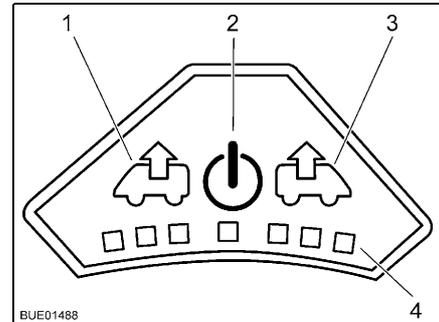

Bild 115 Bedienfeld des Ventilators
- Einschalten:** ■ Taste Ein/Aus (Bild 115,2) drücken. Der Ventilator läuft im Komfortmodus (Entlüften mit niedrigster Ventilatordrehzahl).
- Um die Ventilatorzahl zu erhöhen: Taste Entlüften (Bild 115,1) drücken. Die Ventilatorzahl in Entlüftungsrichtung nimmt um eine Stufe zu. LEDs (Bild 115,4) zeigen die Schaltstufen an.
- Um die Ventilatorzahl zu verringern: Taste Belüften (Bild 115,3) drücken. Die Ventilatorzahl nimmt um eine Stufe ab.
- Um die Ventilatorzahl zu erhöhen: Taste Belüften (Bild 115,3) drücken. Die Ventilatorzahl in Belüftungsrichtung nimmt um eine Stufe zu. LEDs (Bild 115,4) zeigen die Schaltstufen an.
- Um die Ventilatorzahl zu verringern: Taste Entlüften (Bild 115,1) drücken. Die Ventilatorzahl nimmt um eine Stufe ab.
- Taste Ein/Aus (Bild 115,2) drücken. Der Ventilator stoppt, die LEDs erlöschen.